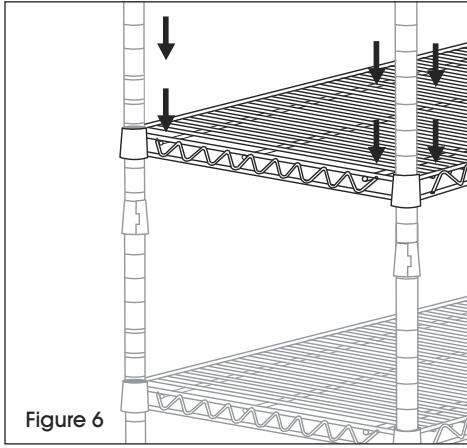

Figure 6
4. Déterminez la hauteur de la tablette suivante, enclenchez sur les supports, puis ajoutez et fixez la tablette. Répétez l'étape 4 pour ajouter les tablettes restantes. (Voir Figure 6)